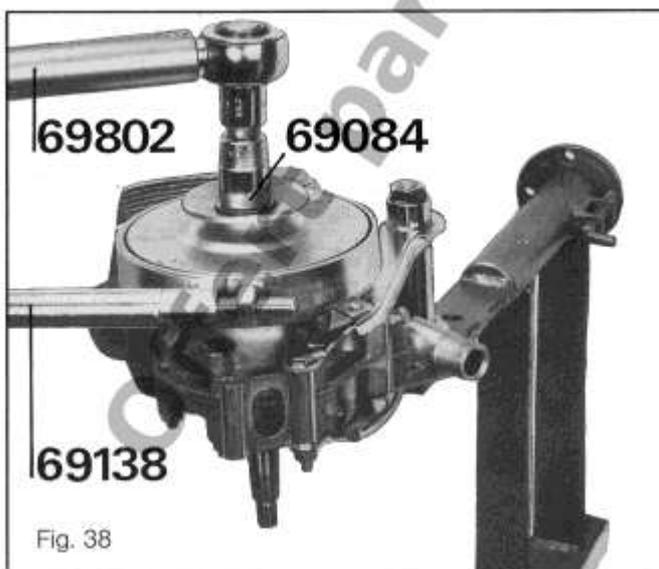

Fig. 38
- Desserrer l'écrou en bout de vilebrequin (filetage à droite) avec une clé à pipe de 17 ou une clé dynamométrique 69802 équipée du réducteur et de la douille de 17 n° 69084 en immobilisant le tambour (J) avec l'outil 69138 (*figure 38*).